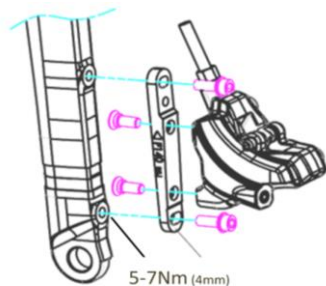

Fig. D-1 Alignez l'étrier avant avec les trous de montage de la fourche.
- Assemblez l'adaptateur et l'étrier avant, le couple de serrage est 5-7 Nm (4 mm) (Fig. D-1)